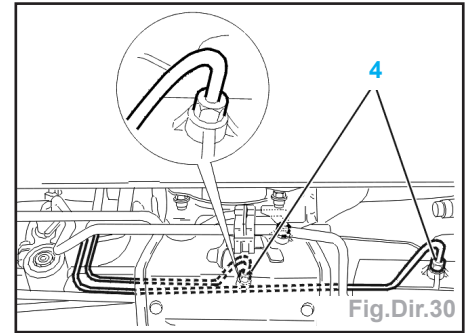

Fig.Dir.30
- Desserrer les raccords (4) sur le vérin de direction (Fig.Dir.30).